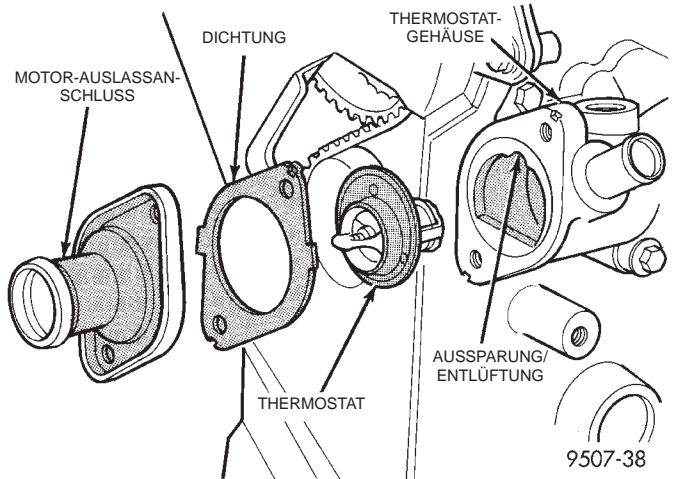

Abb. 29 Thermostat, Gehäuse und Auslaßanschluß—2.4L-Motor
- (1) Das Kühlsystem bis zum Niveau des Thermostaten oder darunter entleeren. Näheres hierzu siehe den Abschnitt "Entleeren des Kühlsystems" in diesem Kapitel.
- (2) Die Befestigungsschrauben des Thermostatgehäuses herausdrehen und das Thermostatgehäuse abnehmen (Abb. 29).
- (3) Den Thermostat abnehmen, die Dichtung sorgen und die Dichtflächen reinigen.
- (1) Eine neue (zuvor in sauberes Wasser getauchte) Dichtung auf die Dichtfläche des Motor-Auslaßanschlusses auflegen und den Thermostat in das Thermostatgehäuse einsetzen (Abb. 29).
- (2) Den Motor-Auslaßanschluß mit Dichtung über dem Thermostat anbringen. Dabei darauf achten, daß der Thermostat korrekt im Thermostatgehäuse sitzt.
- (3) Den Motor-Auslaßanschluß mit dem Thermostatgehäuse verschrauben (Abb. 29). Die Befestigungsschrauben mit einem Anzugsmoment von 28 N·m (250 in. lbs.) festziehen.
- (4) Das Kühlsystem bis zur maximalen Füllhöhe neu befüllen. Näheres hierzu siehe den Abschnitt "Kühlsystem befüllen" in diesem Kapitel.